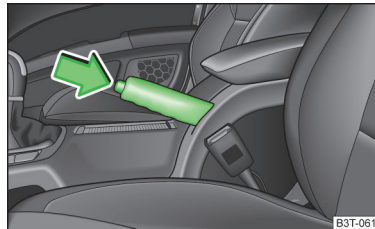

Abb. 136
- Den Handbremshebel etwas hochziehen **und gleichzeitig** den Sperrknopf » Abb. 136 hineindrücken.